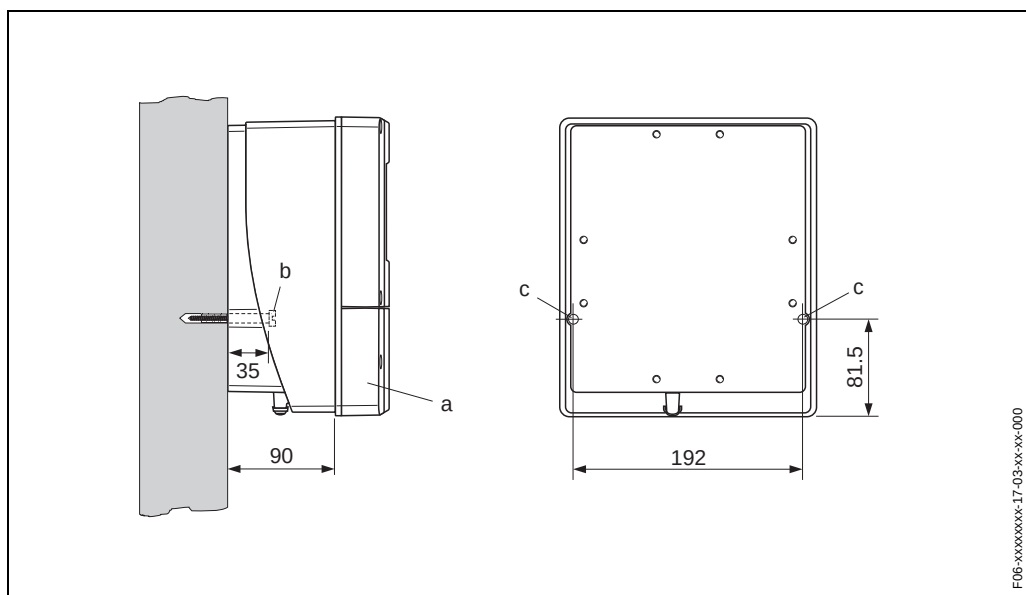

Fig. 26: Montado diretamente na parede
1. Faça os furos como ilustrado na Fig. 26.